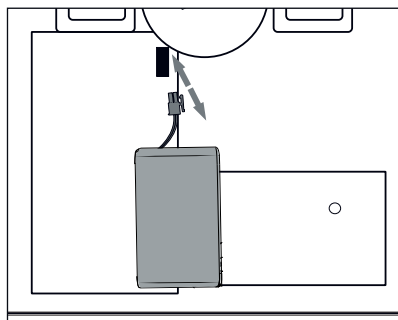

Fig. 17
- 2) Desconecte la conexión de la batería (consulte las figs. 17 y 18) y retire la batería del compartimento de la batería.